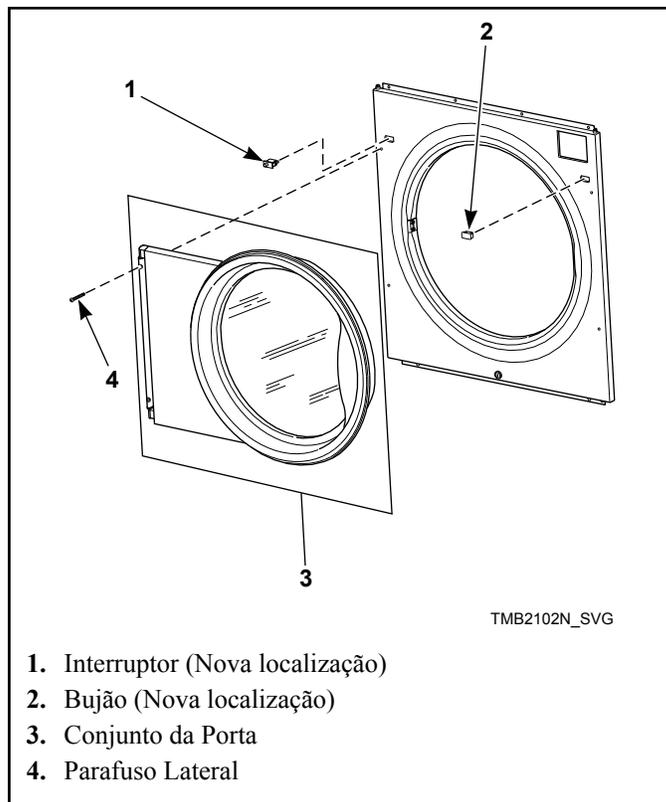

Figura 11
9. Coloque o painel frontal sobre a máquina e coloque frouxamente quatro parafusos do fundo. Ligue os cabos do interruptor da porta ao interruptor já na nova localização. Coloque o conjunto da porta e os quatro parafusos laterais da articulação da porta frouxamente. Consulte a *Figura 11*.